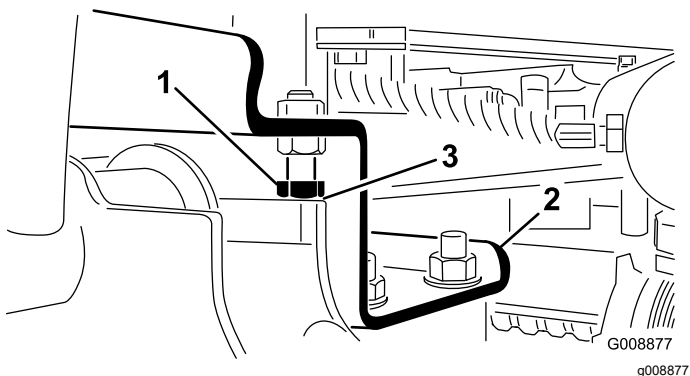

Figura 12
A. Solte os parafusos de bloqueio (Figura 12).
2. Certifique-se de que a folga entre cada braço de elevação e pino de bloqueio é de 0,13 a 1,02 mm (Figura 12). Se a folga não corresponder às medidas recomendadas, ajuste os pinos de bloqueio até obter a folga necessária.